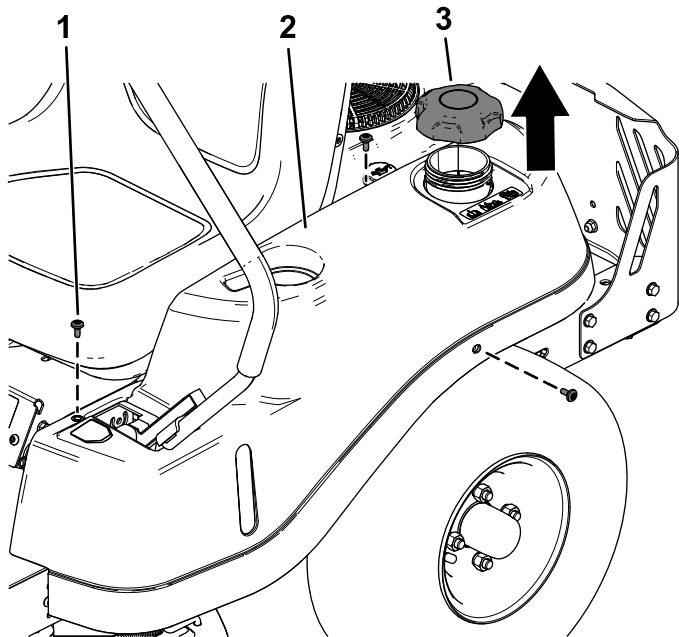

Figura 2
1. Remova os três parafusos com olhal de cada módulo e remova os módulos de ambos os lados da máquina (Figura 2).
Retire o tampão do depósito de combustível antes de retirar o módulo esquerdo (Figura 2).